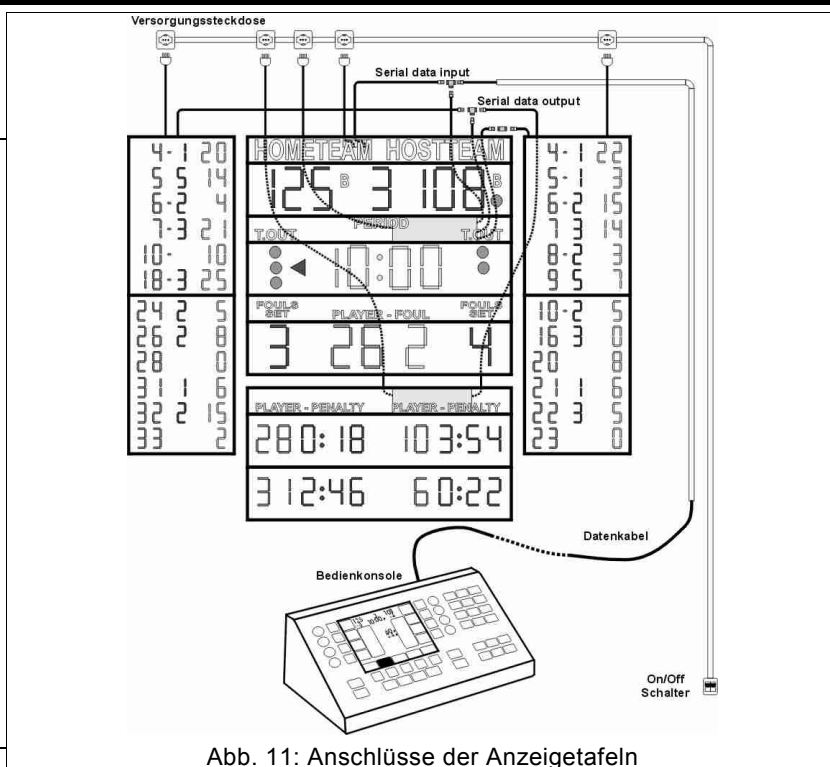

Abb. 11: Anschlüsse der Anzeigetafeln
Jede Anzeigetafel wird mit einem Versorgungskabel, inklusive Stecker geliefert. Zum einfachen Ein- und Ausschalten der Anzeigetafel empfehlen wir, direkt über der Anzeigetafel eine Versorgungssteckdose anzubringen (siehe Beispiel in Abb. 11), dann diese Buchse über einen in einer leicht zugänglichen Position montierten Schalter steuern, um die Anzeigetafel auszuschalten, wenn sie nicht in Betrieb ist, sowie Energie zu sparen und unnützen Verschleiß zu vermeiden.
In Abb. 11 ist die folgende Konfiguration abgebildet: zentrale Anzeigetafel, seitliche Anzeigen für die Fouls und Punkte der Spieler sowie die untere Anzeige für die Visualisierung der Strafzeiten.
- Mittels des entsprechenden Adapters die Anzeigetafeln der Fouls/Punkte der Spieler an eines der beiden, von der zentralen Spielstandsanzeige herkommenden seriellen Kabel "SERIAL DATA OUTPUT" anschließen (Abb. 11).